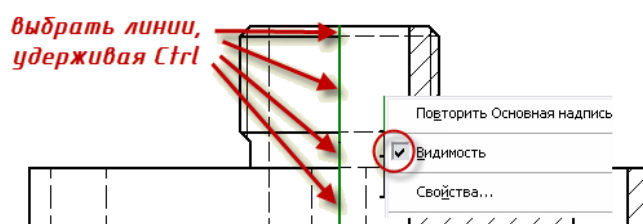

Рис. 3.24. Нанесение осевых линий
- Для создания линии раздела – осевой линии, необходимо снять видимость с основной контурной, проходящей по центру. Для этого выделите эти линии, удерживая **Ctrl** → Щелкните правой клавишей мыши → Снимите галочку со слова **Видимость** (рис. 3.24).